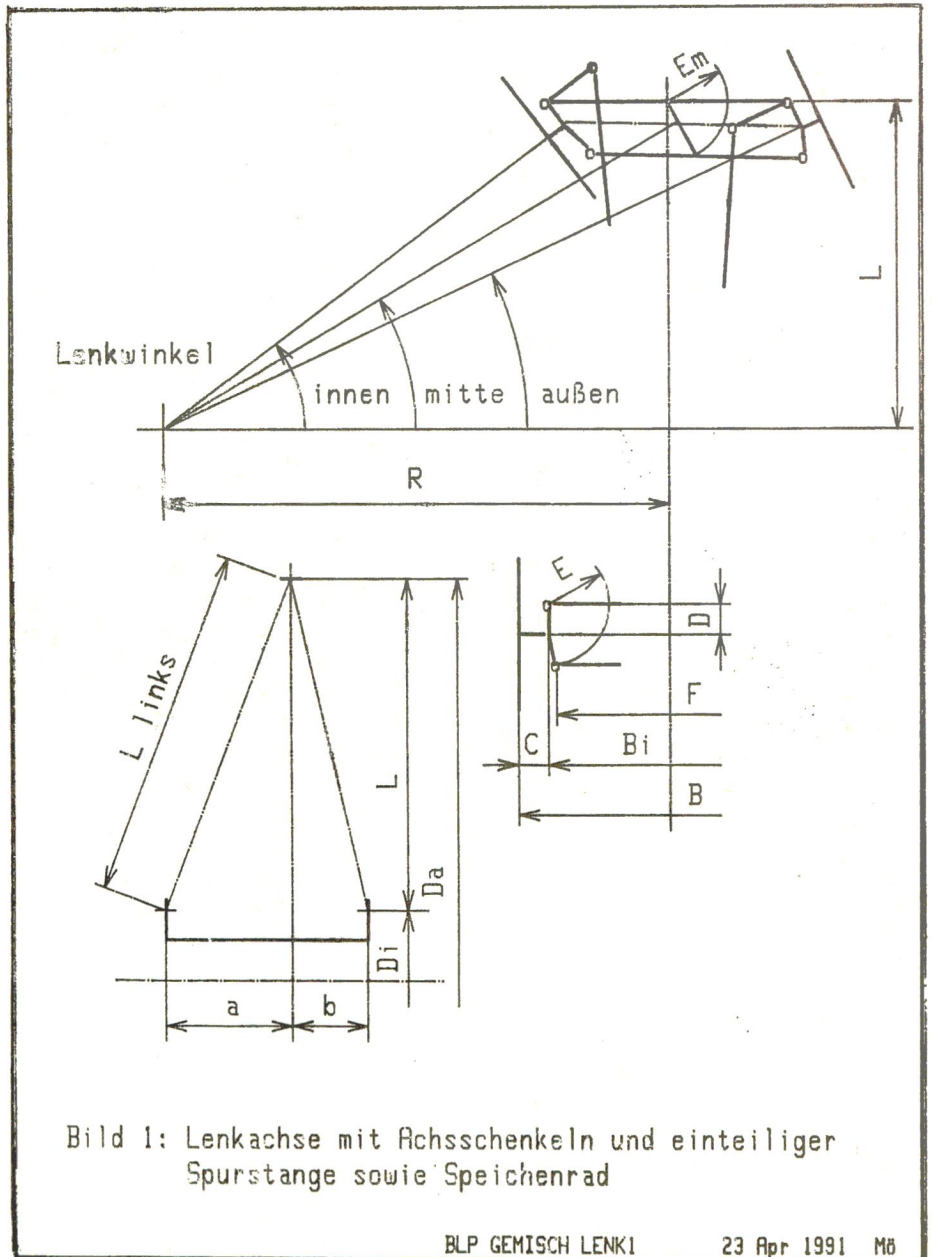

Bild 1: Lenkachse mit Achsschenkeln und einteiliger Spurstange sowie Speichenrad
Begriffe (Bild 1)
Bild 1 zeigt eine Abart der klassischen Achsschenkelenkung. Die klassische Lenkung hatte nur eine linke Spurstange, deren hinteres Ende über Schnecke und Schneckenrad in der senkrechten Ebene kreisbögig längs vom Lenkrad aus bewegt wurde. Das vordere Ende, Bild 1, bewegte sich dabei kreisbögig in der Waagerechten um den Achsschenkelbolzen. Diese Lenkung ersetzte man später durch die Zahnstangenlenkung (1).
Die Getriebeanordnung nach Bild 1 erfüllt als Hinterachse ebenso die Nachlaufbedingung nach (1). Die für Zweiräder geltende Nachlaufbedingung ist dann nicht erfüllt, aber der ersten Bedingung untergeordnet.
Die möglichst genaue Verwirklichung der Lenkbedingung C und D gelten nicht für das Getriebe gemäß Bild 1. Die Länge des Spurhebels E ist für die Bilder 3 eine ähnliche Konstante wie C und D (beide sind voneinander nicht abhängig) in den Bildern 2, nämlich der Bildparameter. E bestimmt die Abweichung der Kurven gleicher Spurstangenlänge F/B: Je größer E, um so kleiner die Abweichung. Die Lage einer einzelnen Kurve ist somit durch E und F bestimmt.
Wie man aus Bild 1 sich klar machen kann, sollte der größtzulässige innere Lenkwinkel etwa der halbe größtmögliche sein, damit der Spurhebel nicht in die Strecklage kommt und der Umfangsanteil der Lenkkraft, die mit der Spurstange fluchtet, nicht kleiner als der Radialanteil wird (Pressung am Achsschenkelbolzen). Das zeigt das untere Tripel. Man sieht, daß dabei mittlerer und äußerer Lenkwinkel über ihrem halben Wert bleiben. Weil die Rechnung nur in der Folge Außen-, Innen-, Mittelwinkel möglich ist, ist die Berechnung des Tripels nur implizite möglich (wie vieles andere).
mit den Größen nach Bild 1. Bei außermittiger Anordnung der Felge, in der Skizze diejenige zur Kettenschaltung und hier diejenige zum linken Vorderrad bzw. rechten Hinterrad, werden die Längen